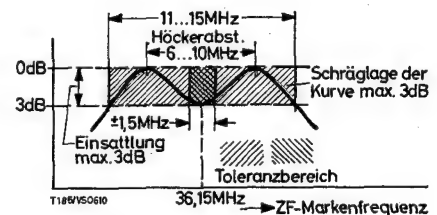

Abb. 45
5. Wobbler und Kanalwähler vom Bandende zum Bandanfang (K21/2,2 V) durchstimmen und prüfen, ob die Durchlaßkurve im Toleranzschema (siehe Abb. 45) liegt.